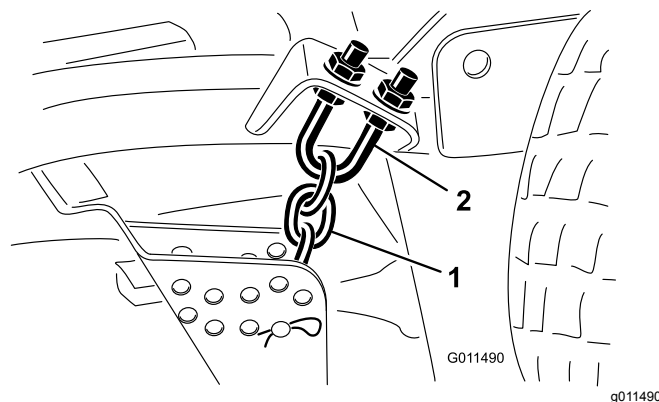

Figure 104
1. Desserrez les écrous de blocage en haut ou en bas de l'étrier fileté de la chaîne de hauteur de coupe (Figure 104).